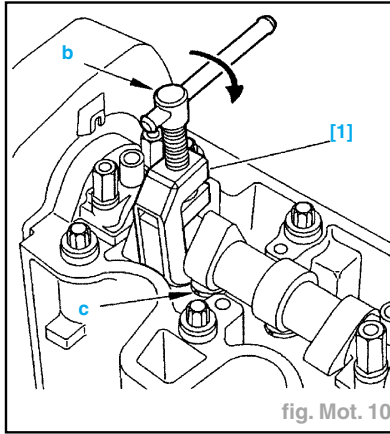

fig. Mot. 10
- Visser la tige "b" de l'outil [1] pour enfoncer au maximum le poussoir "c" dans la culasse (fig. Mot.10).